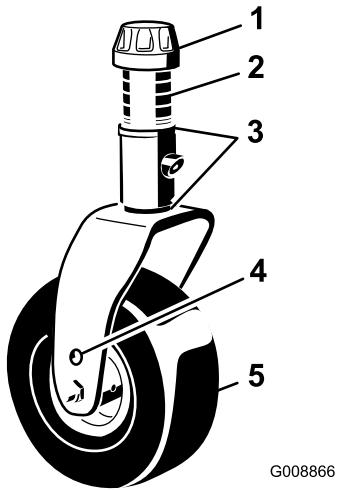

図 2
1. スピンドル・シャフトからテンショニング・キャップを取り、スペーサとスラスト・ワッシャを抜き出す（図 2）。
2. 希望する刈高に合わせてキャスター・スピンドルにスペーサを通す；図 7と図 8を参照。スピンドルにスラスト・ワッシャを通して、キャスターをキャスター・アームに通す。もう一枚のスラスト・ワッシャと残りのスペーサをスピンドルに通し、テンショニング・キャップで固定する（図 2）。